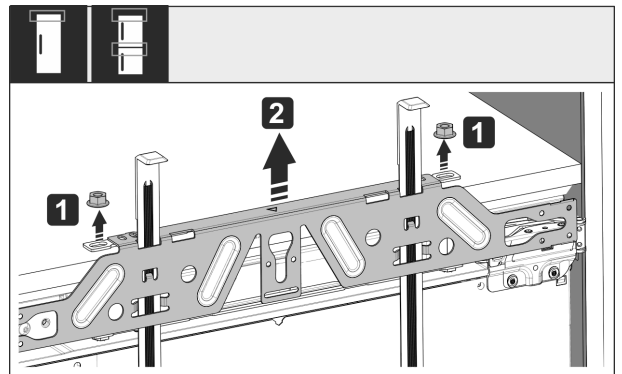

Fig. 53
- ▶ 松开锁紧螺母 Fig. 53 (1)。
- ▶ 取下安装横梁 Fig. 53 (2)。